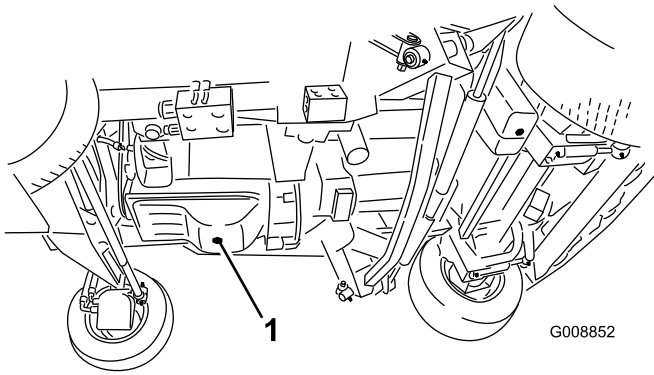

Bild 61
- Entfernen Sie die Ablassschraube (Bild 61) und lassen Sie das Öl in die Auffangwanne ab. Schrauben Sie die Ablassschraube wieder ein, nachdem das Öl abgelassen ist.